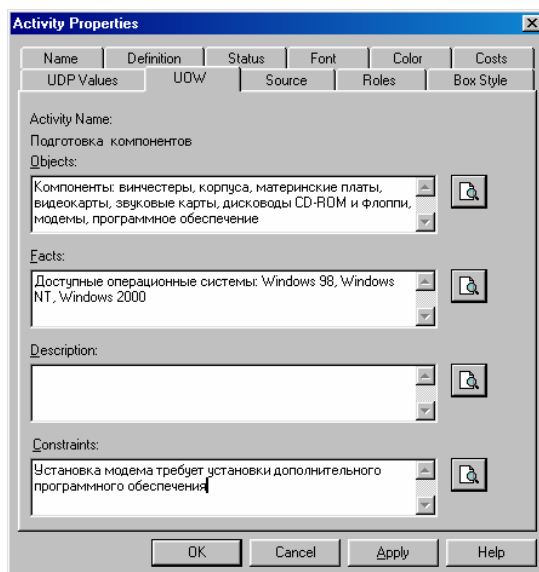

Рис. 103. Диалоговое окно **Activity Properties** вкладка **UOW**
3. Во вкладке **UOW** диалогового окна **Activity Properties** (рис. 103) внесите свойства работы 1 в соответствии с данными таблицы 13.